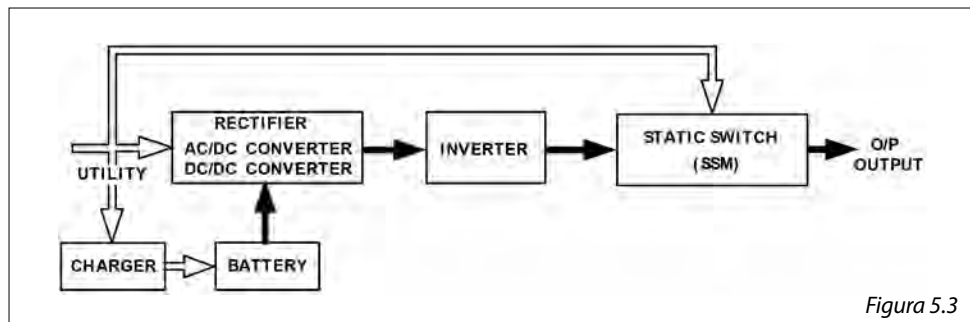

Figura 5.3
3. In caso di avaria, l'UPS funziona come illustrato nella figura 5.3. Quando le batterie sono scariche, l'avvisatore acustico emette un bip continuo fino a quando non sono completamente scariche. La protezione batteria scarica dell'UPS permette di spegnere l'alimentazione ad un determinato livello per evitare la scarica completa delle batterie.